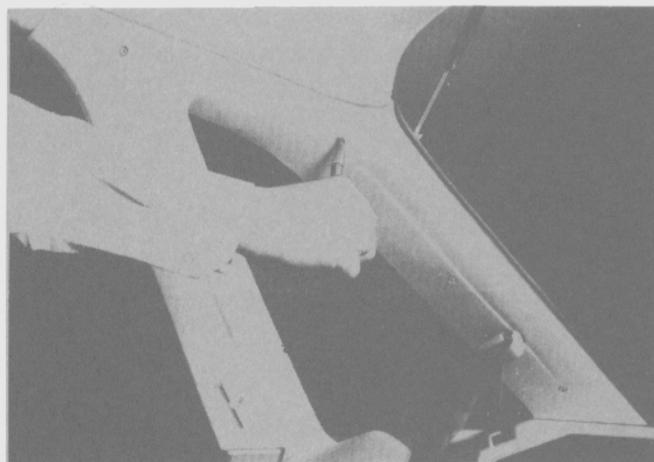

Fig. 197
- Retirar la alfombra del baúl y el tapizado del pilar "C". Sacar el cableado del pilar "C" (Fig. 197).